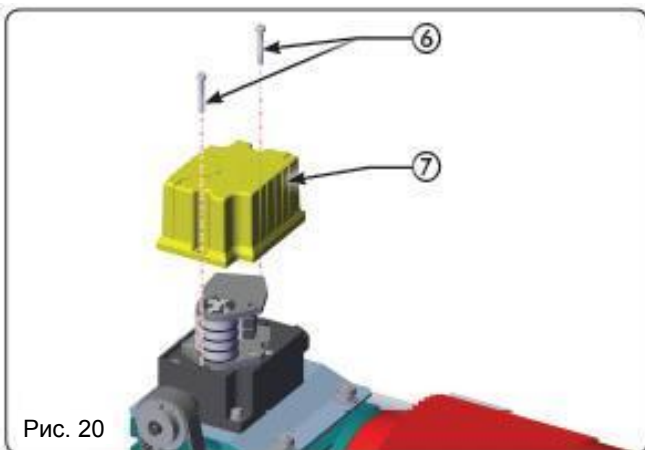

Рис. 20
2. Ослабьте винты и снимите крышку блока конечных выключателей (рис. 20, ссылки 6 и 7).